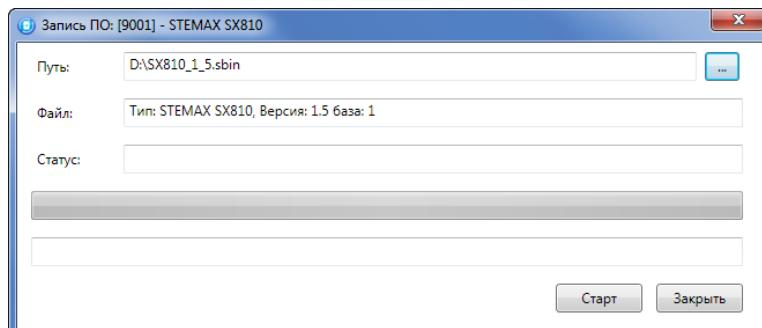

Рис. 12.1. Okno *Запись ПО*
2. В открывшемся окне *Запись ПО* (Рис. 12.1) укажите путь к файлу новой версии встроенного ПО контроллера на вашем ПК (файл имеет расширение **.sbin**) и нажмите кнопку *Старт*.